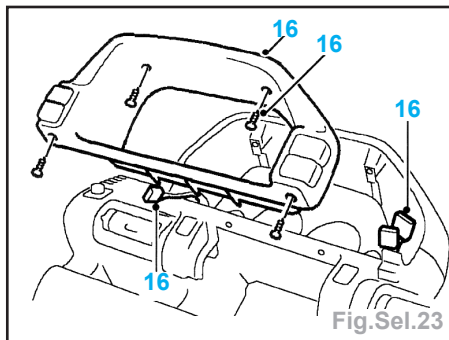

Fig.Sel.23
- les 4 vis (16), débrancher les 3 fiches multibroches des interrupteurs et l'enjoliveur d'encadrement des instruments (Fig.Sel.23).